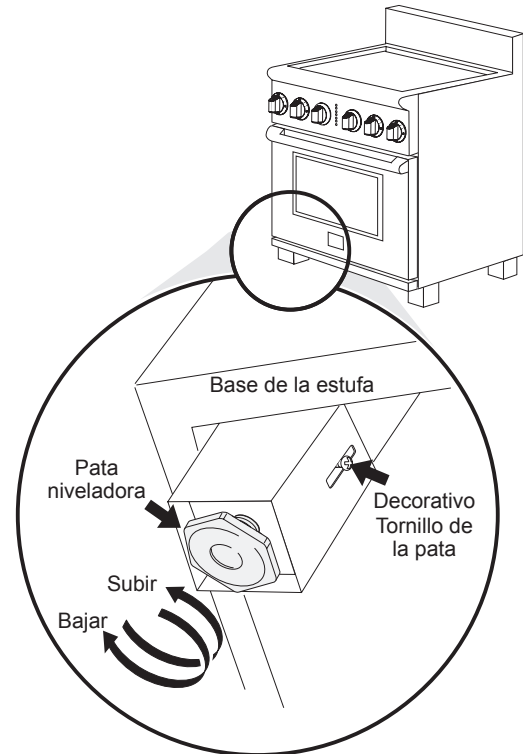

Figura 21: Ajuste de la altura del aparato
3. En su caso, nivele la estufa ajustando las cuatro patas niveladoras con una llave inglesa (Figura 21).